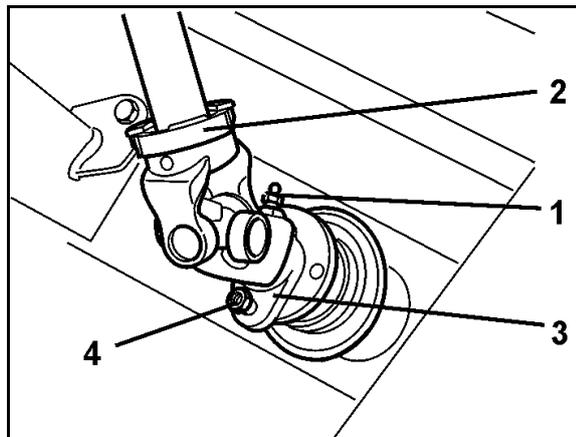

图 81
1. 万向传动轴连接叉（图 81/2）中的拧开锥形润滑嘴（图 81/1）。
2. 在万向传动轴的叉法兰（图 81/3）和齿轮箱输入轴的法兰之间卸除抗剪螺栓（图 81/4）。